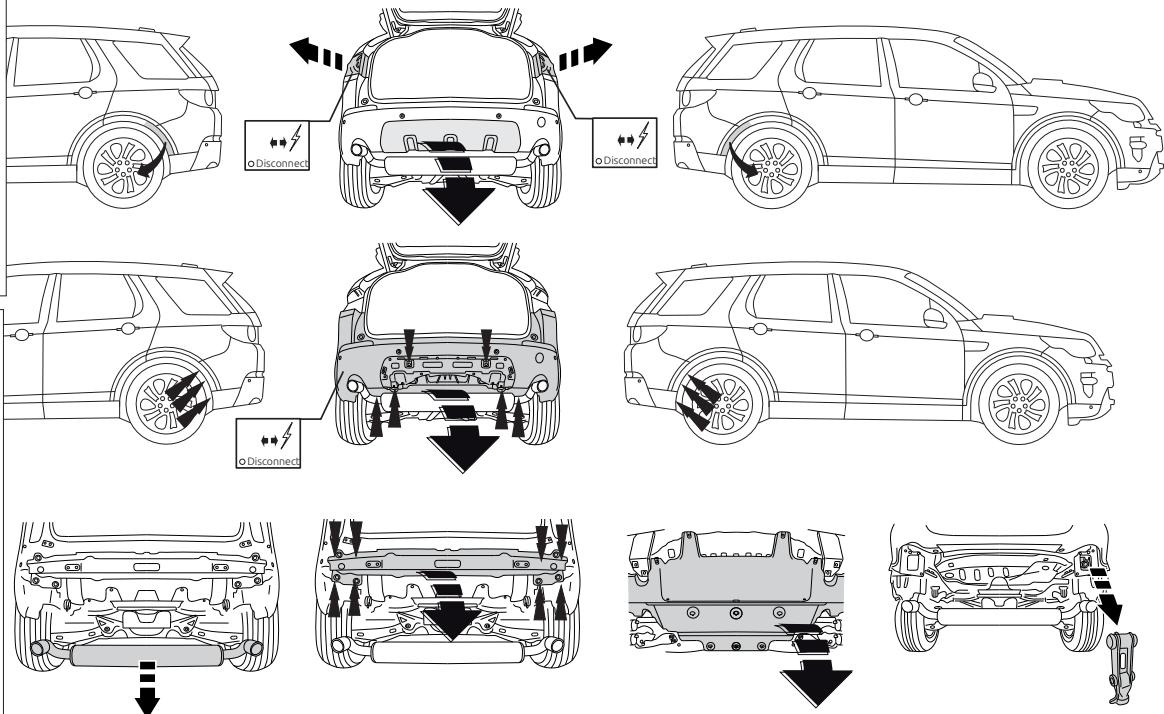

Fig. 1
1. Снять оба блока задних фар. Снять бампер вместе со буферным бруском автомобиля. Буферный брус больше не понадобится. См. рисунок 1.
5. Снять справа баксировочное ухо автомобиля; оно больше не понадобится См. рисунок 1..